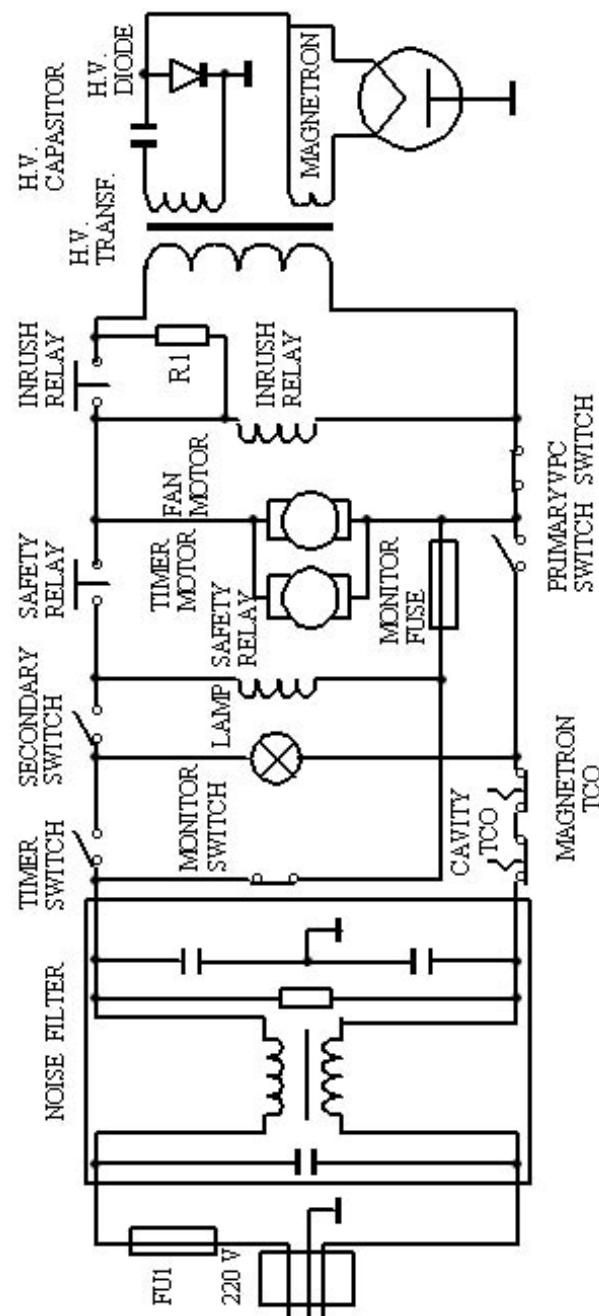

Рис. 2. Электрическая схема микроволновой печи
1.5.1. Микроволновые печи с электромеханическим управлением имеют стандартную электрическую схему, изображённую на рис.2. Отличия между различными моделями незначительны и не носят принципиального характера.